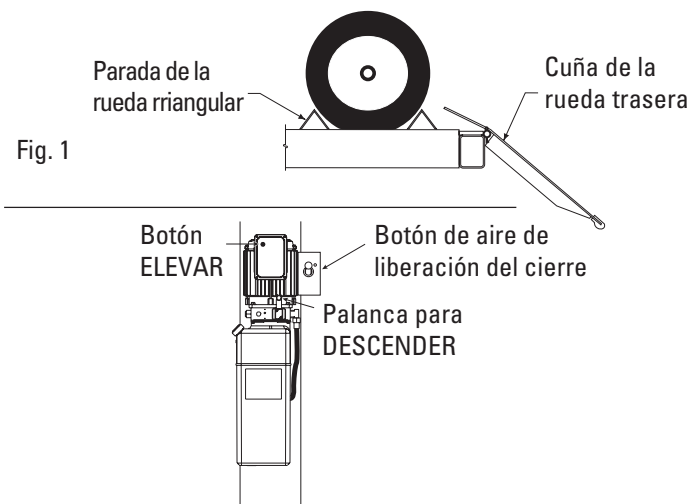

Fig. 2
5. Para hacer ascender el elevador: Presione el botón "ASCENDER" en la unidad de energía. Suelte el botón cuando alcance la altura deseada, Fig. 2.
10. Active la válvula de liberación de seguros en la columna de la unidad de energía para desenganchar los cuatro cerrojos de seguridad, Fig. 2. Sostenga el activador hasta que el elevador haya sido completamente descendido.
11. Presione la manija de descenso en la unidad de energía para descender el elevador, Fig. 2. La velocidad de descenso puede controlarse mediante la fuerza que se aplique a la manija de descenso.